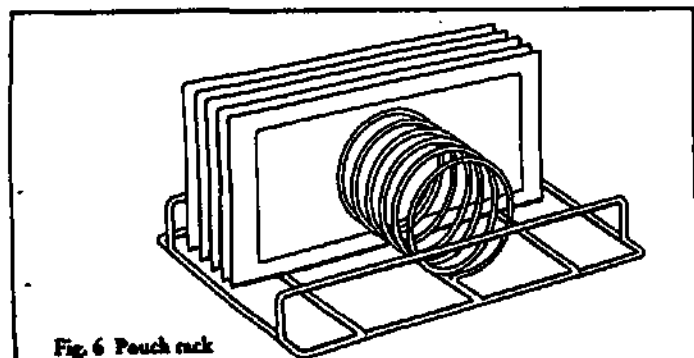

Fig. 6 Pouch rack
19. Выберете программу, нажав на соответствующую кнопку на панели (Рис.6). Будет гореть индикаторная лампочка выбранной программы. Стерилизационный цикл проходит автоматически. Во время цикла вся информация о состоянии цикла выдается на дисплей.
23. Sterilization of instruments or other metal items in pouches/bags should only be undertaken using the special pouch rack available as an optional extra. (Fig. 6 below) in conjunction with pouches as specified by the manufacturer (see para 1).